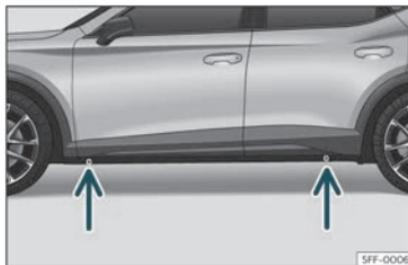

Fig. 38 Points de prise du cric.
- Recherchez sur le bas de caisse la marque du point d'appui du cric (zone renforcée) le plus proche de la roue à changer >>> fig. 38.